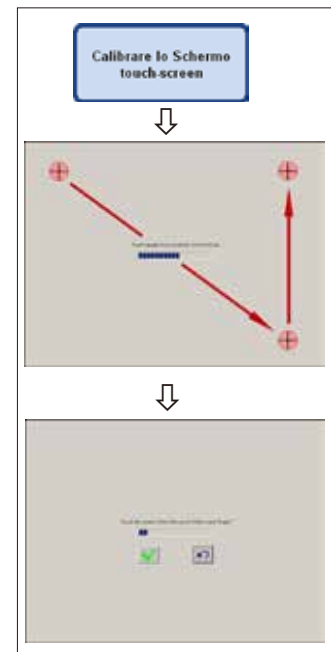

Fig. 78
Calibrazione del touch screen (fig. 78)
- Toccare il cerchio rosso sullo schermo al centro (complessivamente tre volte), iniziando nell'angolo in alto a sinistra (fig. 78 in alto).
- Toccare quindi un punto qualsiasi dello schermo e controllare se il cursore segue il movimento (fig. 78 in basso).